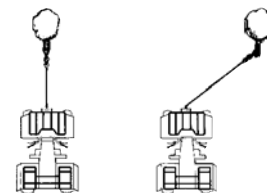

Figure 5
10. C'est une bonne idée de placer une couverture lourde ou une veste par dessus le câble près de l'extrémité où se trouve le crochet en cas de traction de charges lourdes (Fig. 5). Si le câble métallique se brisait, le tissu servirait de tampon et aiderait à empêcher le frottement du câble. Pour une protection complémentaire, soulevez le capot du véhicule.